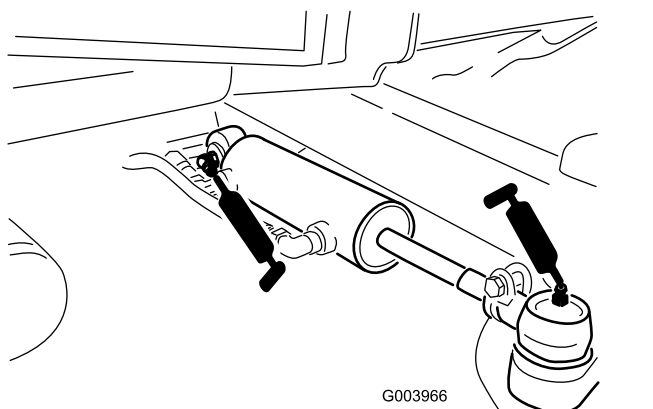

Bild 76
- Lenkzylinder-Kugelgelenke (2) (Bild 76)